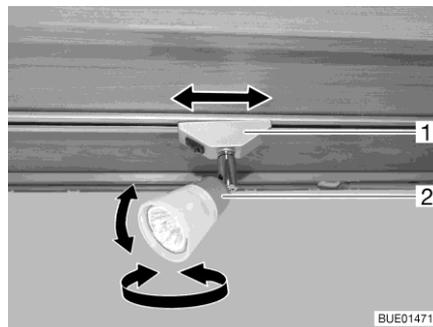

Bild 29 Spotleuchte
Spotleuchte drehen: ■ Gehäuse (Bild 29,2) der Spotleuchte in gewünschte Richtung drehen. Das Gehäuse kann in folgende Richtungen gedreht werden:
- Halterung (Bild 29,1) um ca. 45° drehen.
- Halterung (Bild 29,1) um 90° drehen.